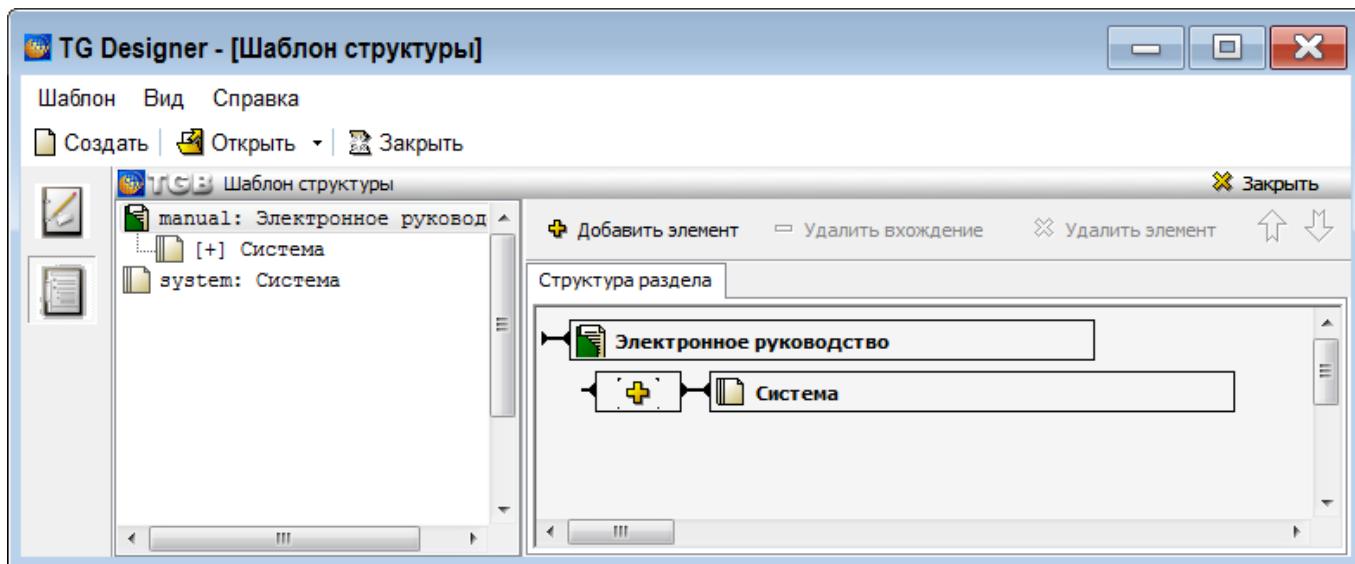

Рис. 4.9
12. Нажмите на кнопку **Применить**. После этого произойдёт возврат в окно редактора **Шаблон структуры** (Рис. 4.9).